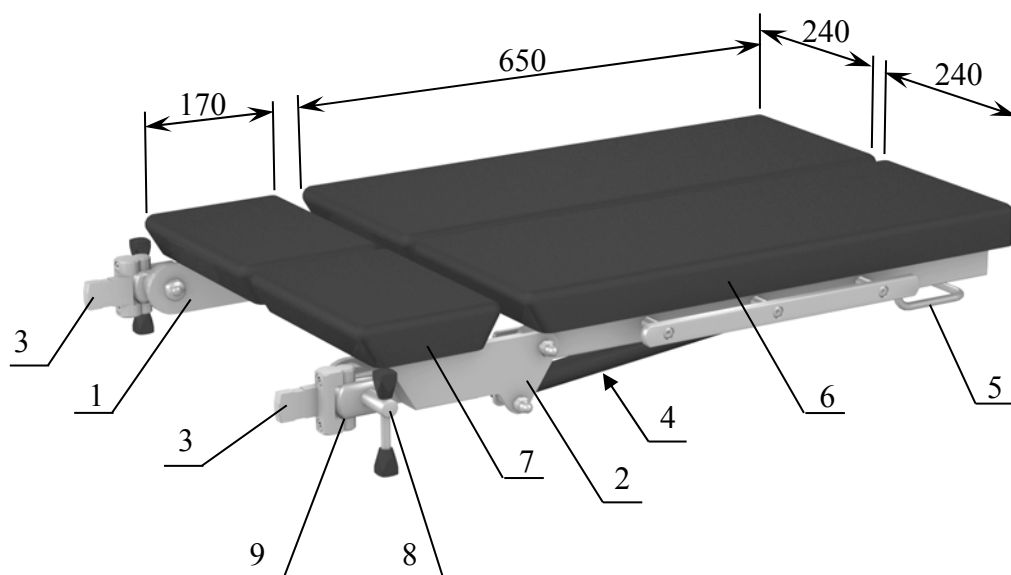

**Рисунок 1. Комплект КПП-25 для раздельного позиционирования ног с поворотом и двумя наклонами (один из которых приводной).**
9.3 Монтажные консоли 3 комплекта (рисунок 1) устанавливаются в прямоугольные гнезда центрального блока секций панели стола.